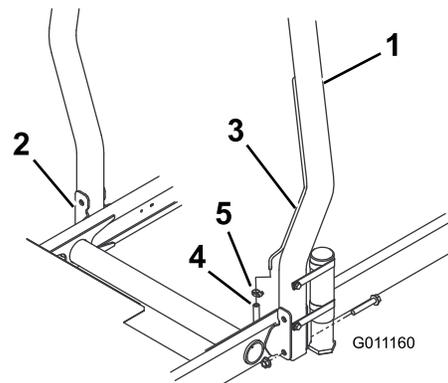

Figura 12
1. Abbassate il roll bar sopra le staffe di montaggio del trattorino, allineandolo ai fori di montaggio. Assicuratevi che il tubo di sfiato si trovi sul lato sinistro della macchina (Figura 12).
2. Fissate ogni lato del roll bar alle staffe di montaggio con due bulloni a testa flangiata e due dadi di bloccaggio (Figura 12). Serrate i fermi a 81 Nm.